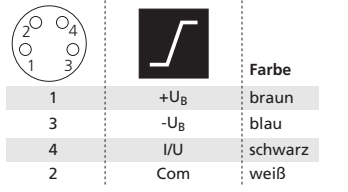

Abb. 1: Pin-Belegung mit Sicht auf den Sensor-Stecker und Farb-Kodierung der microsonic-Anschlusskabel
- Anschlusskabel durch die Sensorverschraubung ziehen und an den M8-Gerätestecker des pms-Sensors anschließen, s. Abb. 1.